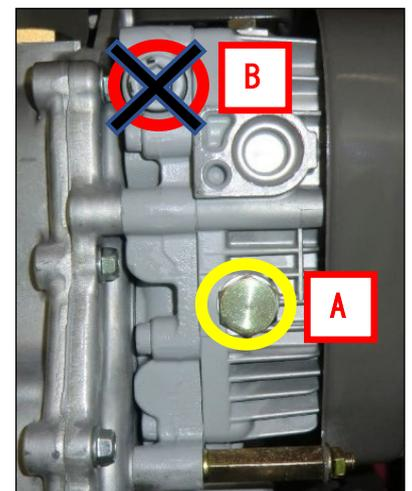

Figure 24
1. Placez un récipient approprié sous l'unité HST pour récupérer l'huile, puis retirez le bouchon de vidange d'huile (A, Figure 24).
Ne desserrez jamais la vis (B, Figure 24), sinon, cela pourrait influencer la conduite de la machine. Une telle action est considérée comme une mauvaise utilisation, et les dommages causés par une mauvaise utilisation ne sont pas couverts par la garantie.